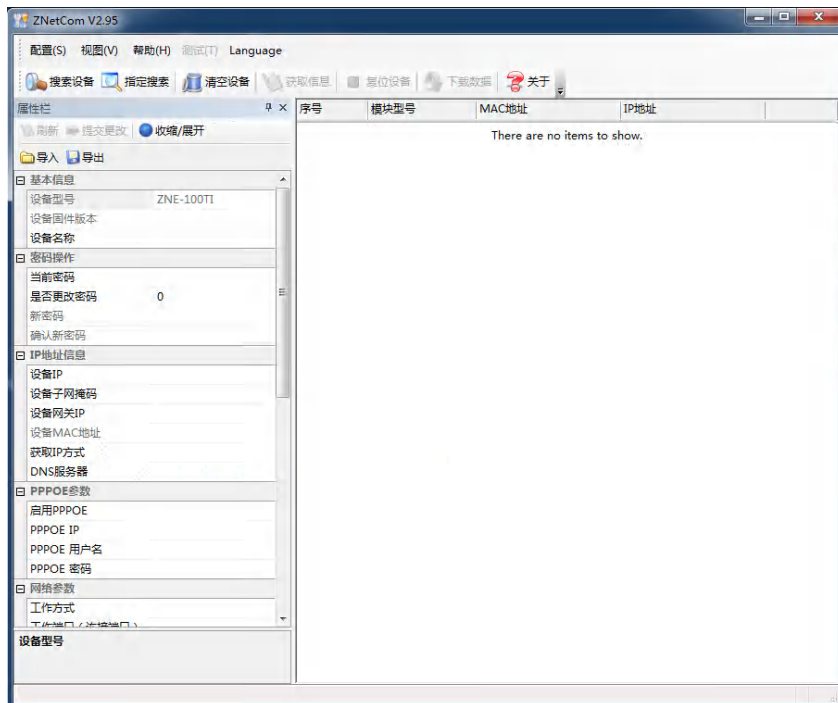

图 4.3 ZNetCom 软件运行界面
3. 双击运行 ZNetCom 软件 (如果是 WIN7 以上系统, 需要右击, 以管理员身份运行), 出现如图 4.3 所示界面。